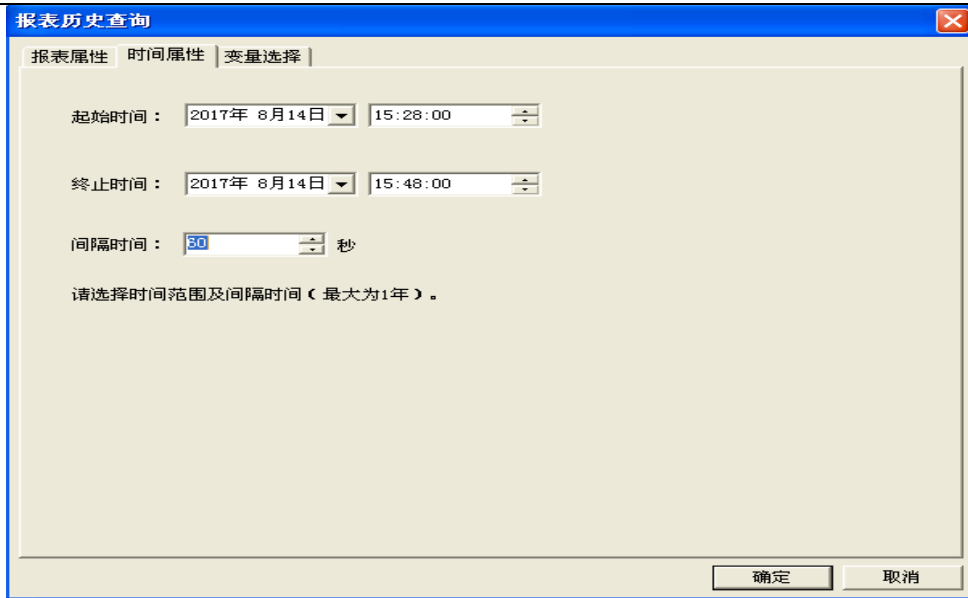

图 8-20
**时间属性页：**在时间属性页中您可以设置查询的起止时间以及查询的时间间隔，如图 8-20 所示。